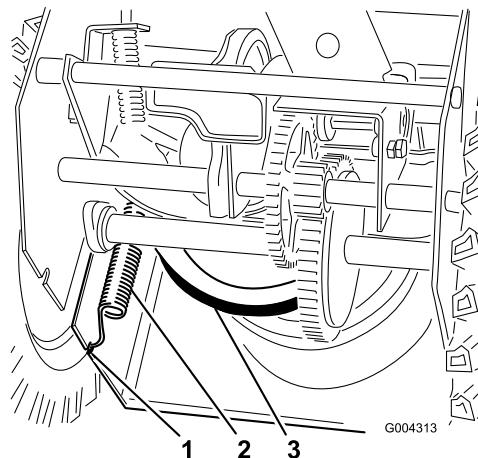

Figura 32
7. Staccate la molla dalla tacca nel bordo inferiore della piastra laterale (Figura 32).
13. Agganciate la molla alla tacca prevista nel bordo inferiore della piastra laterale (Figura 32).